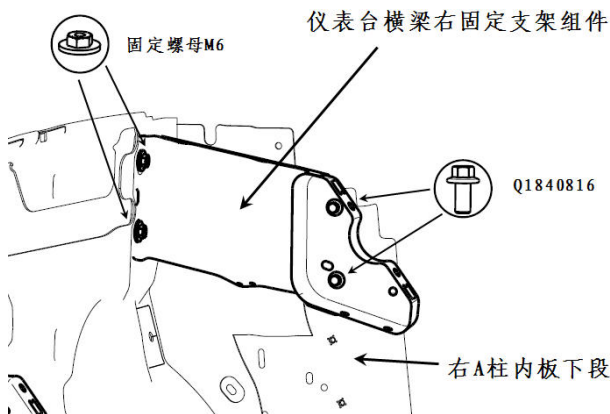

图 48
- 2). 仪表台横梁右固定支架组件安装点如图 48 所示, 将 M6 的固定螺母拆解下来, 将螺栓拆解下来, 即可将仪表台横梁右固定支架组件拆解下来。